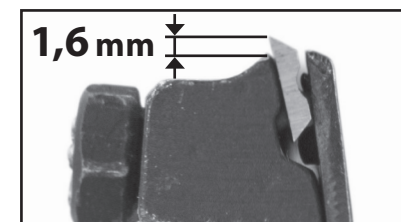

Abb. 10, Überlappung der Schneide des Hobelmessers beim Modell EP 1300
1. **Stecken Sie hinter die gelockerte Druckplatte, die mit den gelockerten Randschrauben befestigt ist, das neue bzw. neu geschärfte Hobelmesser, dessen Schneide in Richtung der Rotation der Walze orientiert sein muss, siehe Pfeil auf der Seite des Hobels an der Walze und Abb. 10.**
2. **Richten Sie das Messer in eine waagerechte Ebene und sorgen Sie auch dafür, dass die Überlappung der Schneide etwa 1,6 mm beträgt, siehe Abb. 10.**